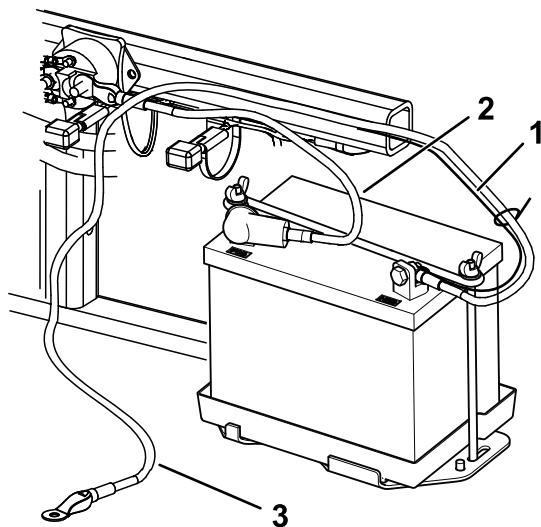

Figure 6
2. Fixez le câble positif (rouge) à la borne positive (+) avec un boulon ( $\frac{1}{4}$ " x  $\frac{5}{8}$ " ) et un contre-écrou (Figure 6).
3. Fixez le petit câble noir et le câble négatif (noir) à la borne négative (-) de la batterie avec un boulon ( $\frac{1}{4}$ " x  $\frac{5}{8}$ ") et un contre-écrou ( $\frac{1}{4}$ ") (Figure 6).